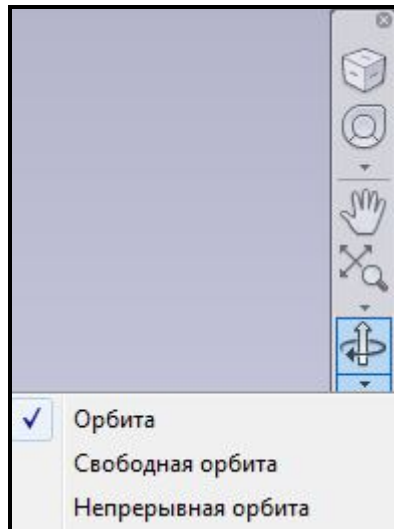

Рисунок 3.115 – Вид меню с командами трехмерного вращения объектов сцены
1. Необходимо запустить какую-либо команду 3D навигации, например, **Орбита (Orbit)** (рис. 3.115).